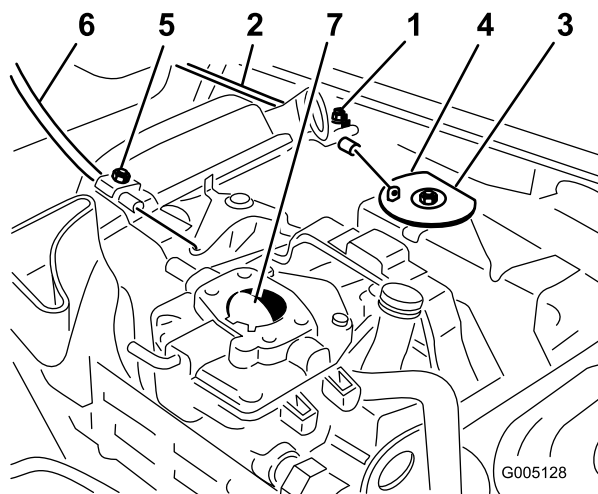

図 49
1. スロットル・ケーブルをエンジンに固定しているクランプのネジをゆるめる (図 49)。
3. スロットル・ケーブルを十分に引いて、スイベルの後部をストップに接触させる (図 49)。
3. チョーク・ケーブルを十分に引いてチョークを完全に閉じ、その位置でクランプのネジを締める (図 49)。